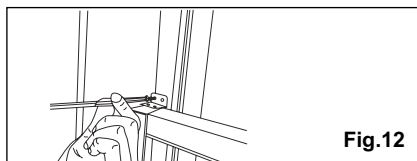

Fig.12
6. Pour fixer le châssis inférieur, fixez le verrou à l'angle droit du châssis avec la vis de 12,7 mm comme indiqué (fig.12).